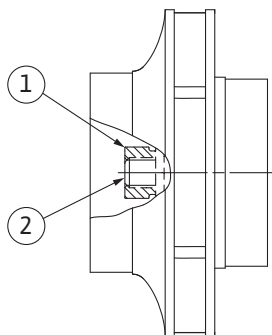

Fig. 107: Posição correta da porca do impulsor após a instalação
8. Segurar o veio com uma chave de bocas (tamanho 22 mm) e apertar a porca do impulsor com o torque de aperto especificado (ver tabela «Torques de aperto» [► 30]). A porca (Fig. 107, pos. 1) tem de estar ao nível da extremidade do veio (Fig. 107, pos. 2), com uma tolerância de $\pm 0,5$ mm. Se não for este o caso, soltar a porca e repetir os passos 4 ... 8.
9. Remover a chave de bocas e voltar a montar a chapa de proteção (Fig. I, pos. 27).